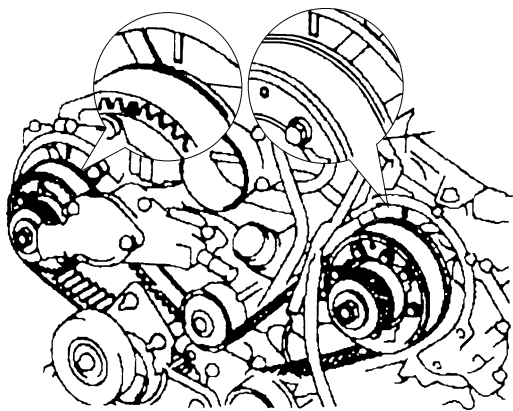

图 24-27 检查凸轮轴正时带轮上的正时标记
② 凸轮轴正时带轮上的正时标记要与正时带后板对准, 如图24-27所示。